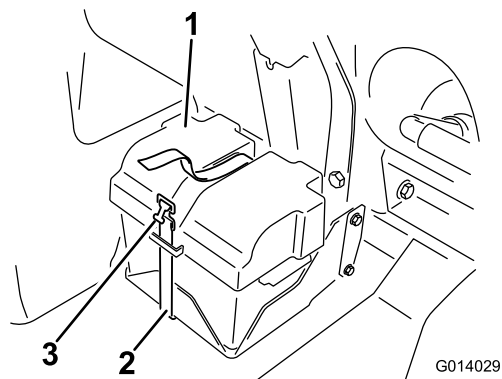
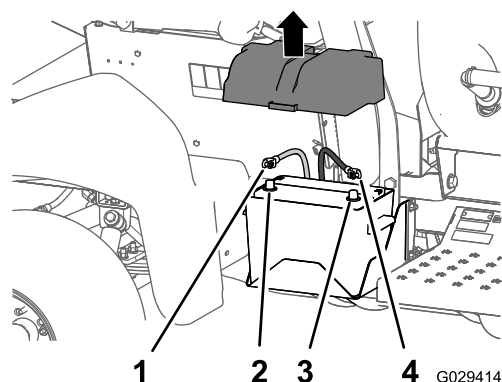

图2
图3
1. 拆下电池盖从电池电极上断开负极电池线黑色—接地线 图2 和 图3。
2. 从电池电极上断开正极红色接线 图3。